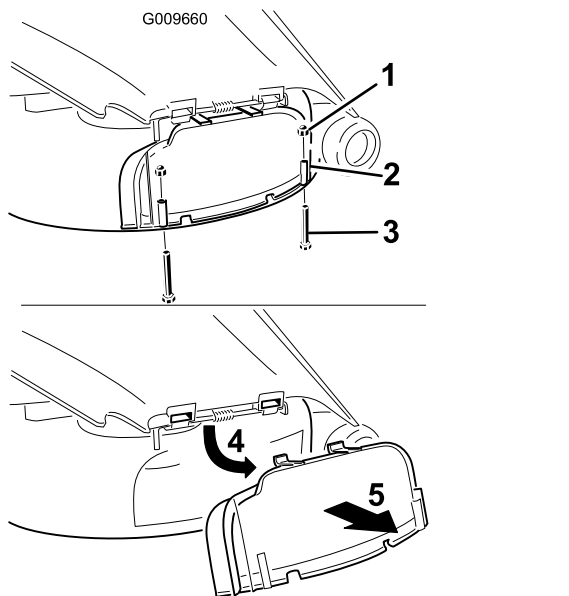

Figura 23
3. Rimuovete i due bulloni e dadi che fissano il coperchio dello scarico al tosaerba (Figura 23).